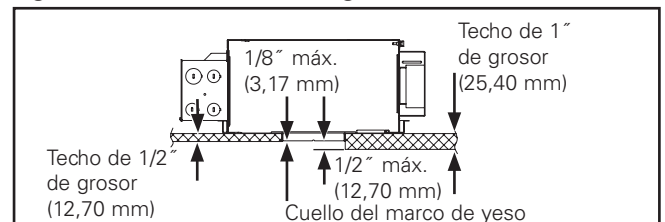

Figura 3.
- Para garantizar un funcionamiento adecuado, la plataforma del alojamiento debe colocarse con el borde del cuello del marco de yeso a ras dentro de 1/2" (12,70 mm) de la parte inferior del techo acabado. La plataforma del alojamiento está diseñada para techos de 1/2" (12,70 mm) a 1" (25,40 mm) de grosor, por medio del cuello del marco de yeso estándar (Figura 3.).